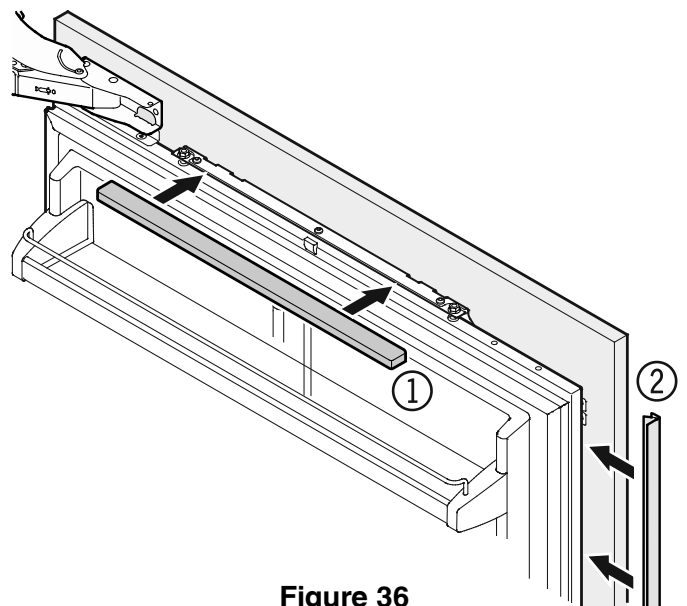

Figure 36
11. Enclencher le cache (1).
Insérer le bourrelet fourni (2) entre la porte et le panneau du réfrigérateur (**Figure 36**).